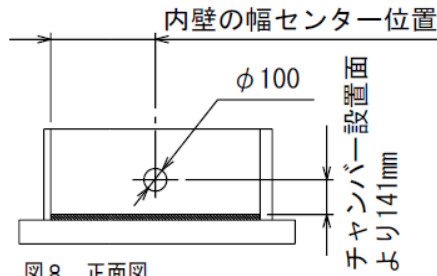

図8. 正面図
- ⑤ 【共通】 バイパスファン、ガラリが取り付け内壁にホールソーでφ100の穴をあけて下さい。穴の位置は以下の図8の通りです。